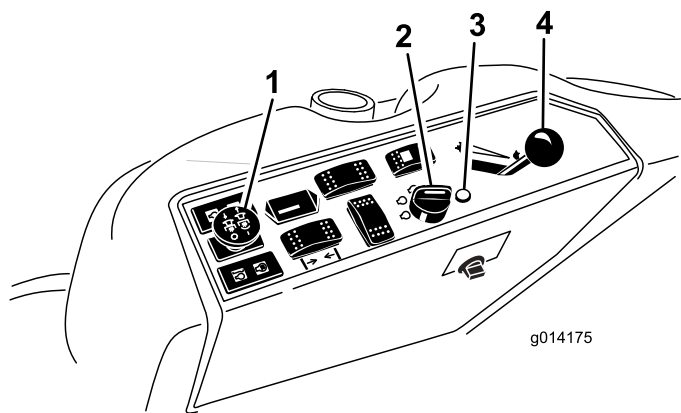

図 15
4. PTOスイッチをOFF位置にする図15。
- スロットルレバーを FAST と SLOW の中間にセットする 図 15。